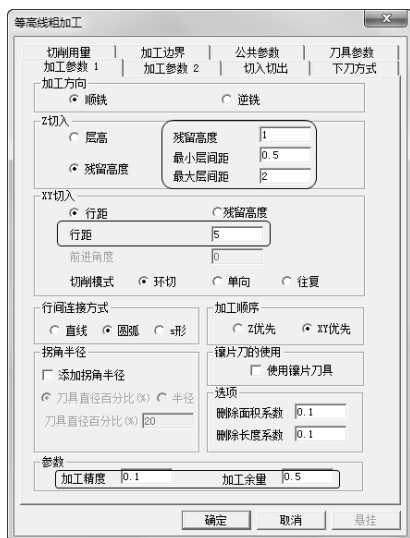

图 5-43 “加工参数 1”选项卡
1) 单击“加工参数 1”选项卡, 设置“加工方向”为“顺铣”, “Z 切入”为“残留高度”, “XY 切入”为“行距”, “切削模式”为“环切”, “行间连接方式”为“圆弧”, “加工顺序”为“XY 优先”。具体“残留高度”、“最小层间距”、“最大层间距”、“行距”、“加工精度”、“加工余量”参数数值如图 5-43 所示。